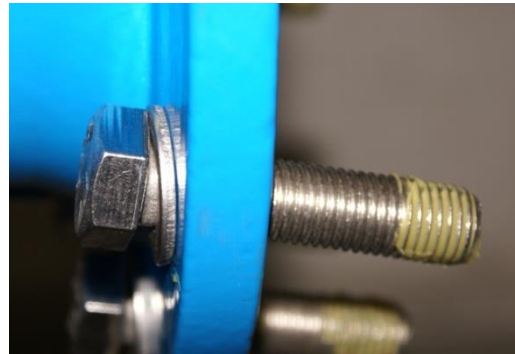

Figura 2
- Applicare del lubrificante approvato (ad es. grasso Klüber VR69-252) su tutti gli elementi che trasmettono la forza del raccordo flangiato (viti / dadi come da figura 2).